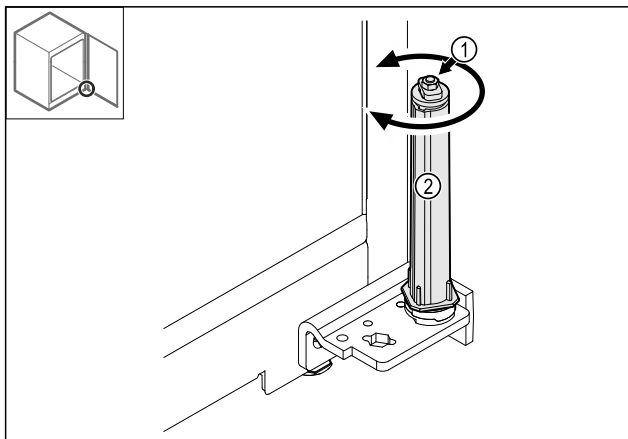

Fig. 43
- Nie demontować połączenia śrubowego Fig. 43 (1) systemu blokującego.
- System blokujący Fig. 43 (2) obrócić do momentu, aż kliknie.